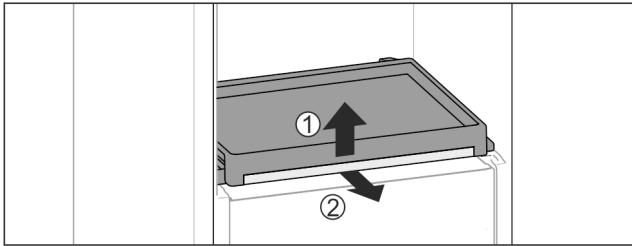

Fig. 60
- ▶ Витягніть витяжну панель зі скляною полицею: Підніміть трохи скляну полицю спереду Fig. 60 (1) та витягніть вперед Fig. 60 (2).